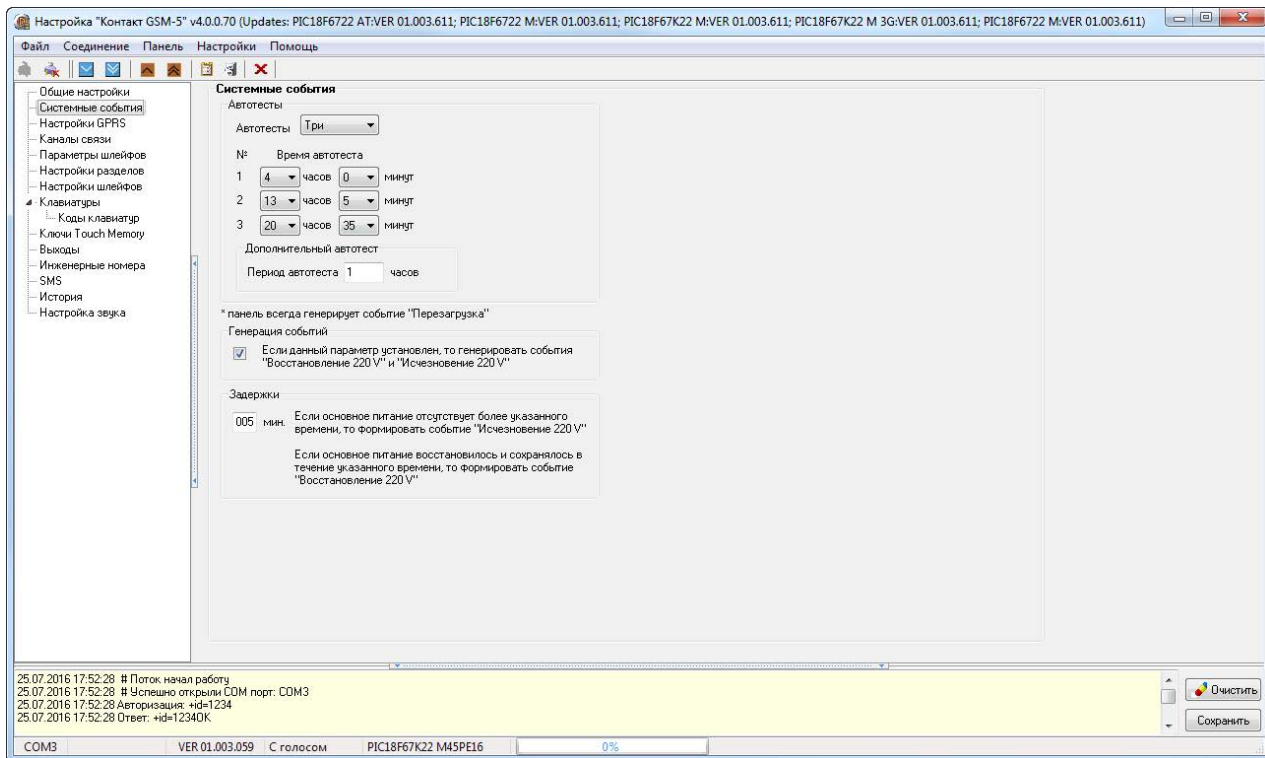

Рисунок 7. Системные события
Благодаря системным событиям (рис. 7) появляется возможность отслеживания работоспособности каналов связи оффлайн и исправности питания панели.
*Например, при настройках, указанных на рис. 7, автотест будет генерироваться в 4:00, 13:05 и 20:35.*